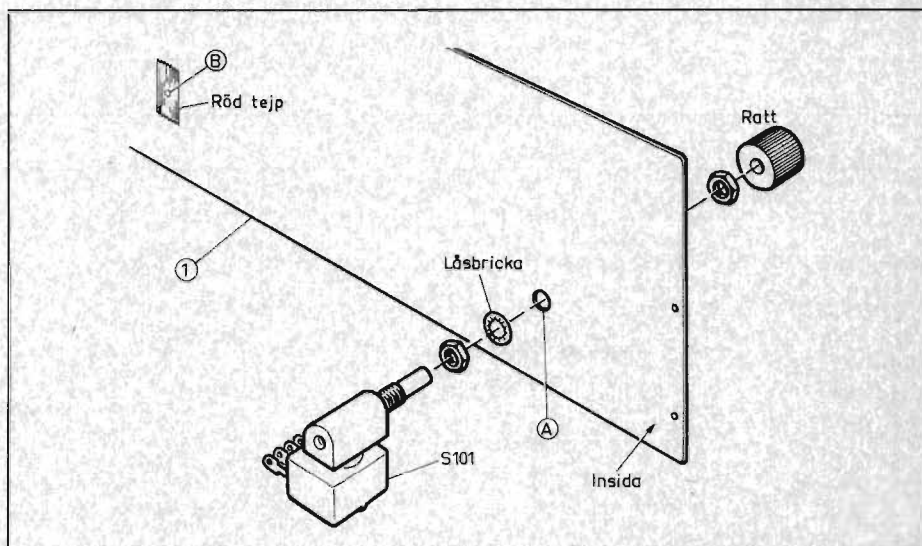

Fig 5
För de följande stegen, som avser frontpanelen (1), hänvisas till fig. 5.